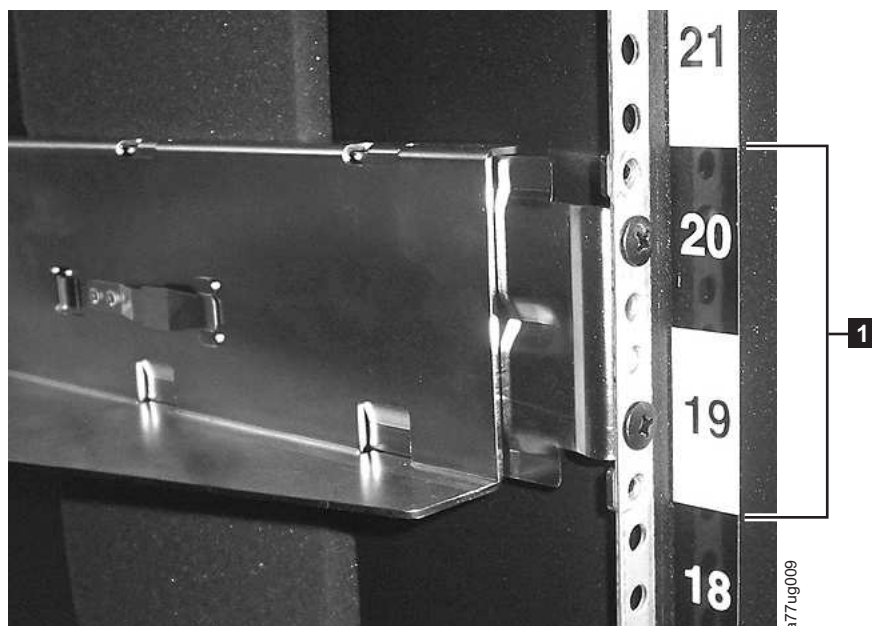

Figure 27. Vue arrière du kit de l'armoire A affichant la partie étroite du rail situé à l'arrière de l'armoire.
- 2 guides (non affiché) Voir figure 27, à la page 45 pour obtenir le graphique des guides.
3. A l'aide de vis adaptées à votre type d'armoire (trous ronds ou trous carrés) et d'un tournevis cruciforme n°2, fixez un rail de chaque côté de l'armoire à l'emplacement souhaité (en vous assurant que la bride de chaque rail pointe vers l'autre). Fixez l'avant et l'arrière de chaque rail à l'armoire. L'extrémité la plus étroite de chaque rail doit être placée à l'arrière de l'armoire. Les rails s'adaptent à un large éventail de profondeurs d'armoire. Chaque rail requiert un espace de 2U (**1** dans la figure 27).